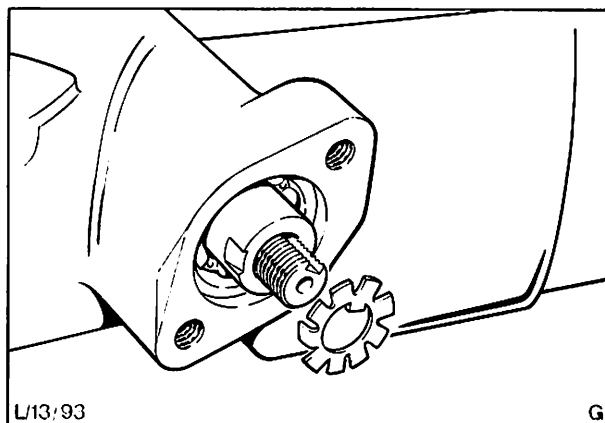

Abb. 55 Sicherungszahnscheibe mit versetzter Innennase
8. Die Einstellung wird durch den inneren Laufring des Ritzellagers bewirkt, der auf die Ritzelwelle geschraubt ist, Abb. 55.
9. Die Sicherungszahnscheibe, die das Ritzellager sichert, ist mit einer nach innen versetzten Nase versehen, Abb. 55. Wenn man die Sicherungszahnscheibe herumdreht, kann die Einstellung 18 mal verändert werden. Dadurch wird jeweils ein Differenzdruck von ca. 1,7 bar (1,7 kp/cm²) bewirkt.